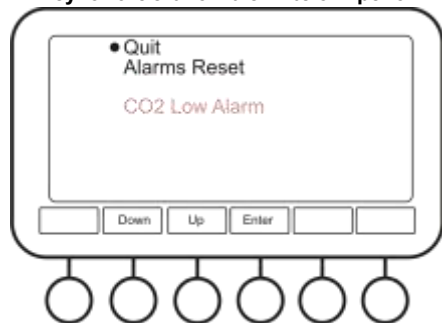

Рисунок 11. Текущие сигналы тревоги
5.9.4 **Текущие сигналы тревоги (Active Alarms, рис. 11).** Этот пункт позволяет посмотреть и сбросить список всех текущих сигналов тревоги. Смотрите главу **Диагностика неисправностей**, пункт 6.5, для списка всех возможных сигналов.